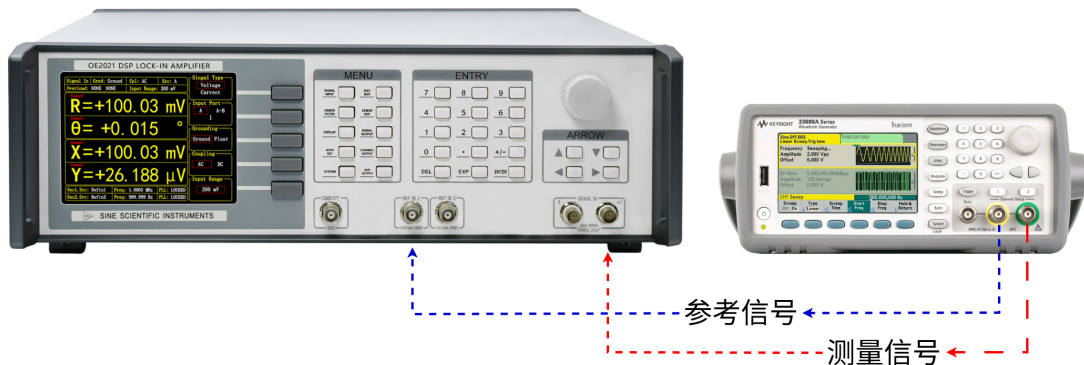

图 92. 信号线连接图
2. 用一条带 BNC 接头的信号线连接函数信号发生器的输出接口和 OE2021 前面板 SIGNAL IN 的 IN+ 接口，用另一条带 BNC 接头的信号线连接函数信号发生器的同步参考信号接口和 OE2021 前面板的 REF IN 1 接口，如图92所示：